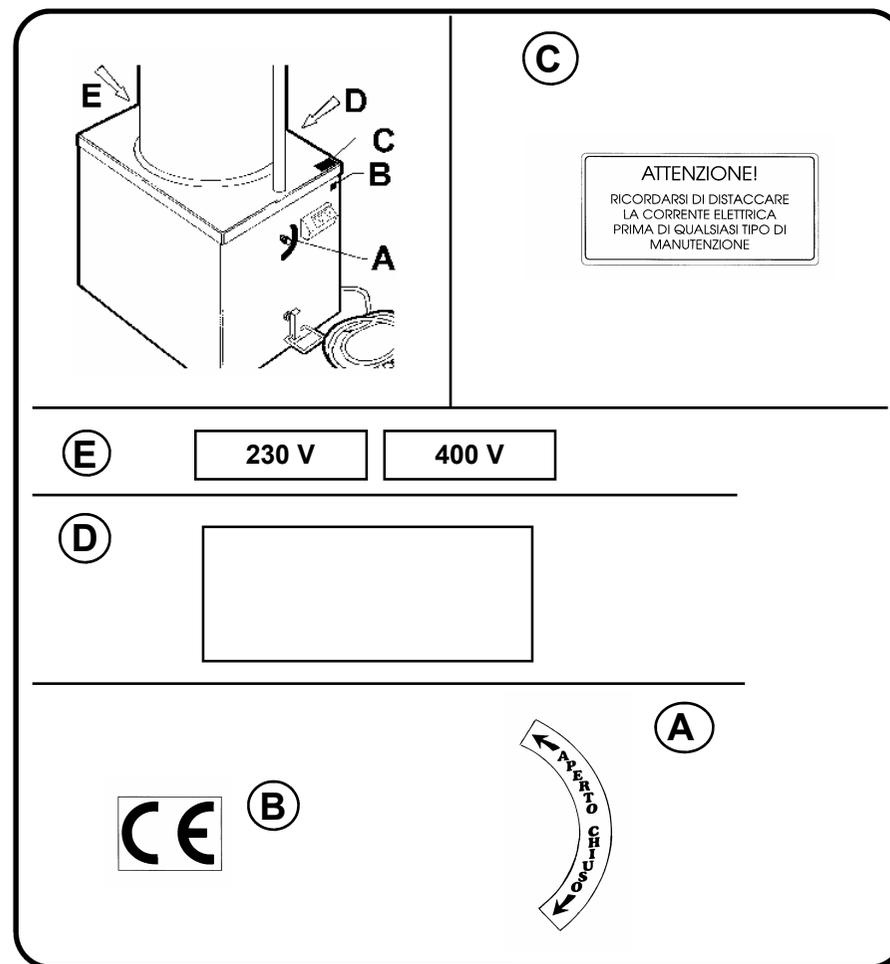

Fig. 1.7.2
**1.7.1 - Targhe di avvertenza e di pericolo (fig. 1.7.2)**